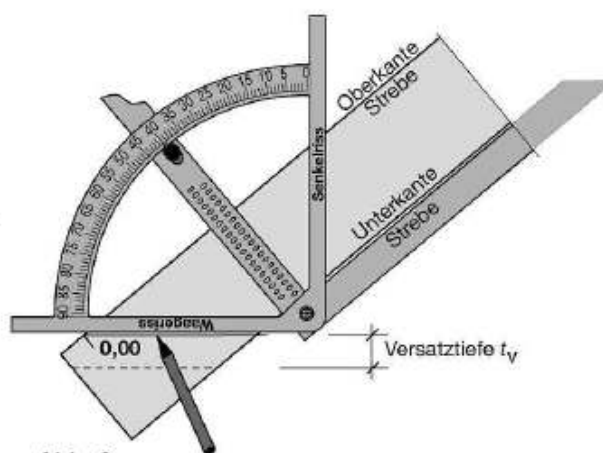

Abb. 6
3. Alpha-Anreißgerät auf Strebenneigung 40° einstellen (*Abb. 1*) und mit Rändelschraube feststellen (*Abb. 6*).
4. Waagerriss durch Fußpunkt (0,00) auf Oberkante-Strebe reißen. Dazu muss das Alpha-Anreißgerät gedreht werden, wie in *Abb. 6* gezeigt. Dieser Riss soll hier der „theoretische Abschnittriss“ genannt werden, weil beim Fersenversatz zwischen Oberkante-Schwelle und waagerechtem Abschnitt an der Strebe etwa 1 cm Luft gelassen werden muss, damit der waagerechte